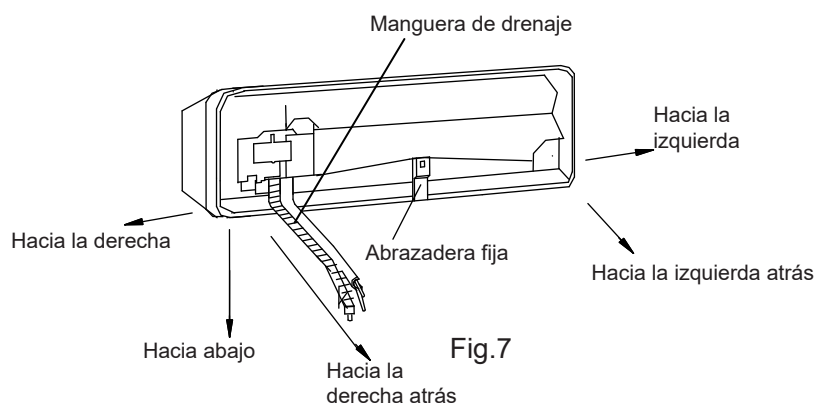

Fig.7
1. Conexión del tubo posterior derecho (similar al tubo inferior derecho) (Opcional. Ver Fig. 7)
La tabla izquierda está disponible para la posición de la manguera de desagüe, ver Fig. 7.